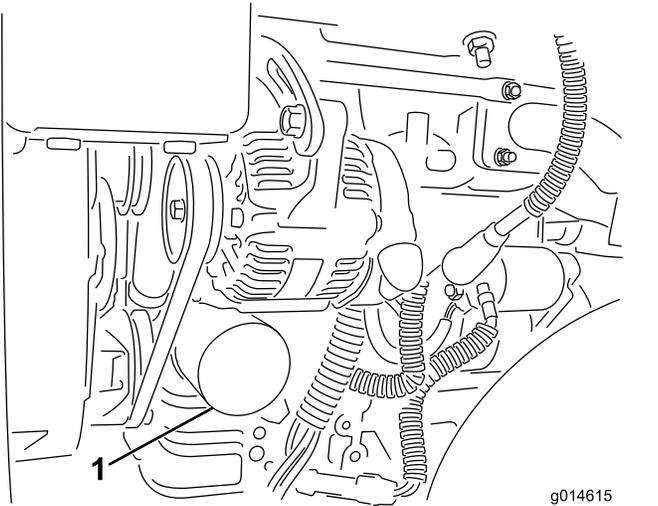

図 43
2. オイルフィルタ(図 43)を外す。新しいフィルタのガasketに薄くエンジンオイルを塗る。